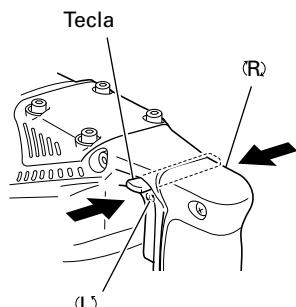

Fig. 6
- 9. Confirmar la dirección de rotación de la broca (Fig. 6)
Este martillo giratorio puede usarse en el modo de rotación solamente presionando el pulsador y girando la palanca selectora hasta la marca  (Fig. 6).